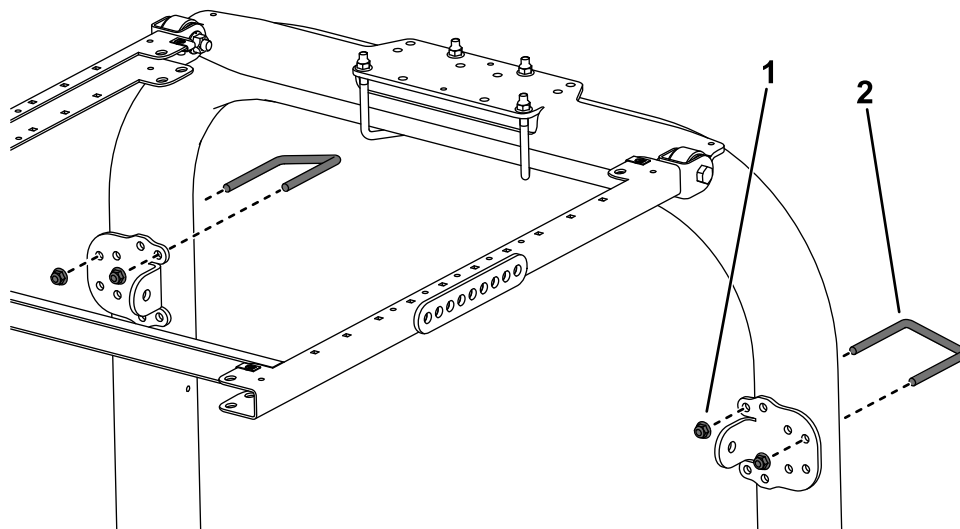

Figure 4
4. Utilisez les trous indiqués à la Figure 4, pour fixer légèrement chacun des supports de renfort aux montants de l'arceau de sécurité à l'aide d'un étrier fileté (3 1/8" x 4") et de 2 écrous à embase.